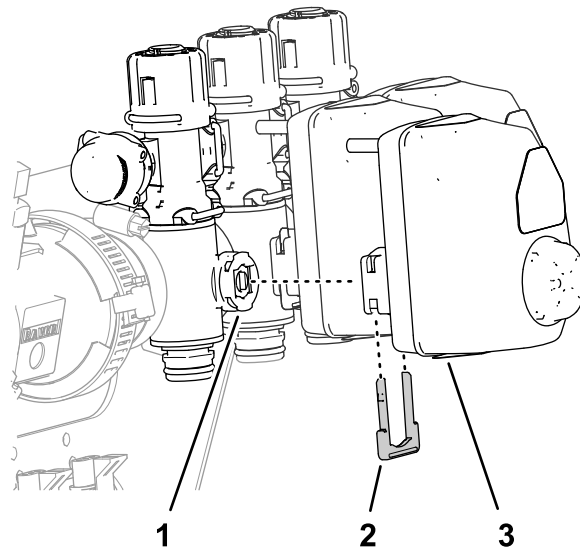

図 62
1. 左ブームバルブ、中央ブームバルブ、右ブームバルブにある全部で3つのバルブアクチュエータを固定しているリターナ3個を外す 図 62。
2. 左ブームバルブ、中央ブームバルブ、右ブームバルブから、バルブアクチュエータを外す 図 62。
10. 左ブーム、中央ブーム、右ブームのそれぞれのバルブに、バルブアクチュエータ全部で 3 個を取り付ける (図 62) ステップ 1 で外したリテーナを使用する。